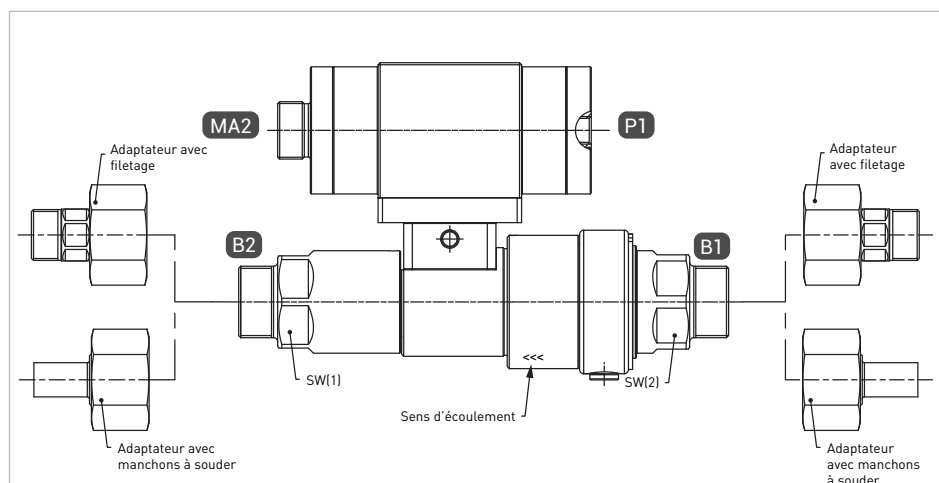

Figure 1
- ▶ Lors du montage de la vanne d'arrêt, exercez une contre-pression sur les méplats SW(1) et SW(2) (*Figure 1 page 21*) à l'aide d'une clé à fourche (SW45 ou SW46).